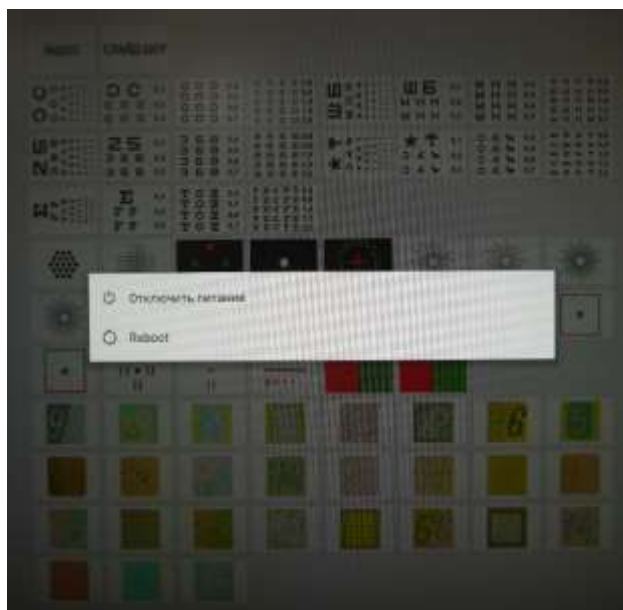

Рисунок 31.
Для завершения работы необходимо нажать и удерживать (не менее 5 сек.) кнопку ① **Питание** на ПДУ (см. рисунок 5) до появления окна с выбором отключить питание или перезагрузить/reboot (см. рисунок 31). Далее наводим курсор на строку отключить питание, либо нажимаем навигационной клавишей кнопку ⑦ **Вниз** на ПДУ (см. рисунок 5) и подтверждаем действие нажатием кнопки ⑧ **ОК**.